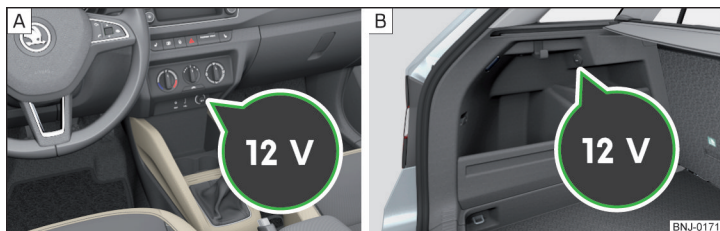

Fig. 95 Cubierta del enchufe de 12 voltios: en la parte central del tablero de instrumentos / en el maletero
- Para el **uso**, retirar la tapa del enchufe » fig. 95 - **A** o abrir la tapa del enchufe » fig. 95 - **B**.